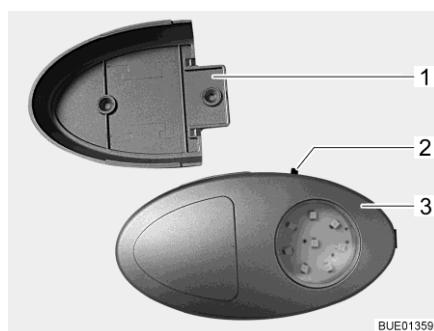

Bild 102 Kleiderschrankleuchte/Taschenlampe
- ▷ Die Kleiderschrankleuchte kann aus der verschraubten Halterung (Bild 102,1) herausgezogen und als Taschenlampe verwendet werden.
Der Ein-/Ausschalter (Bild 102,2) ist direkt an der Kleiderschrankleuchte (Bild 102,3) angebracht.